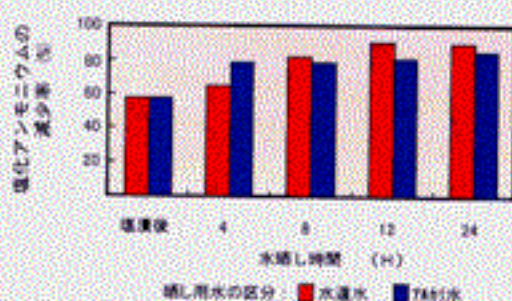

図2 塩漬一水晒し処理による塩化アンモニウムの減少率
- ② 異味の主成分である塩化アンモニウムは、塩漬一水晒し処理により90%以上を除去することができた（図2）。